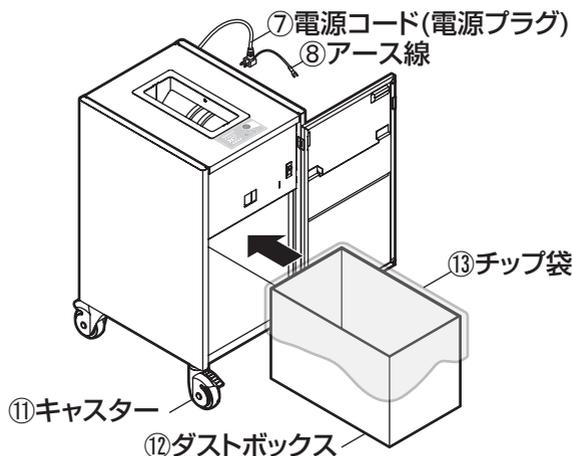

図6 ダストボックスのセット
2. ダストボックス⑫にチップ袋⑬をセットし、本体の奥に当たるまで押し入れてください。
- !!** ●チップ袋⑬は、ダストボックス⑫の内側に密着するようにセットしてください。密着が不十分な場合、満杯センサーの誤作動の原因になります。 図6 参照
3. 電源コード⑦の電源プラグを、電源コンセントに差し込んでください。アース線⑧をアース端子に接続してください。